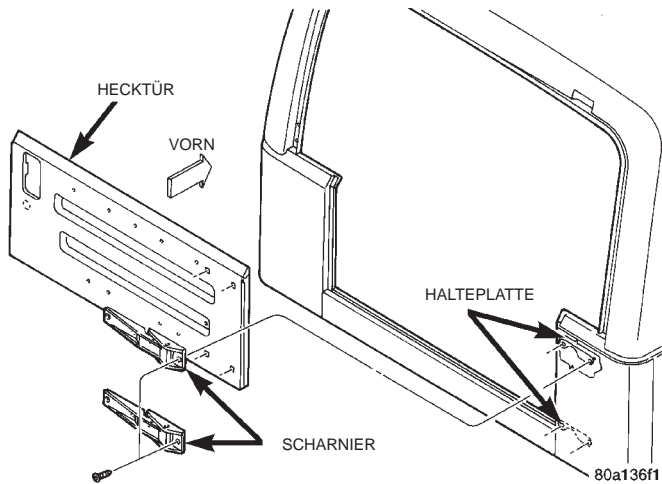

Abb. 82 Hecktürscharnier
(1) Umriß des Scharniers an der Karosserie mit einem Fettstift markieren.
(2) Befestigungsschrauben lösen, mit denen das Scharnier an Karosserie und Hecktür befestigt ist (Abb. 82).
(3) Scharnier von der Hecktür abbauen.